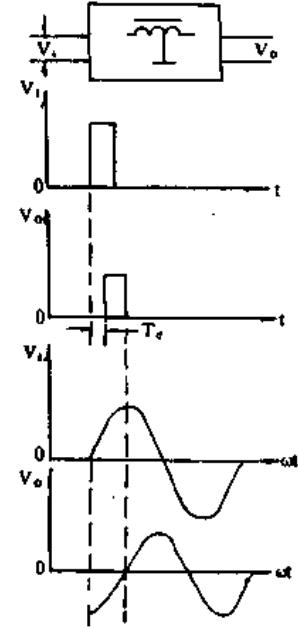

图 20-11
① 延迟时间  $T_d$ 。信号经过延时线传输后, 输出信号与输入信号相比的延迟时间称为延时线的延时量, 如图 20-11 所示。一节 LC 延时网络的延时量  $t_d = \sqrt{LC}$  (ns), 式中若  $L$  的单位用  $\mu\text{H}$ ;  $C$  的单位用  $\text{pF}$ , 则  $t_d$  的单位为 ns。取  $n$  节同样的 LC 网络, 总延时量  $T_d = nt_d$ 。例如取  $L = 45\mu\text{H}$ 、 $C = 20\text{pF}$ , 则每一节的延时量  $t_d = \sqrt{45 \times 20} = 30\text{ns}$ 。可见, 取  $n = 20$  即可满足总延时  $0.6\mu\text{s} = 600\text{ns}$  的要求。